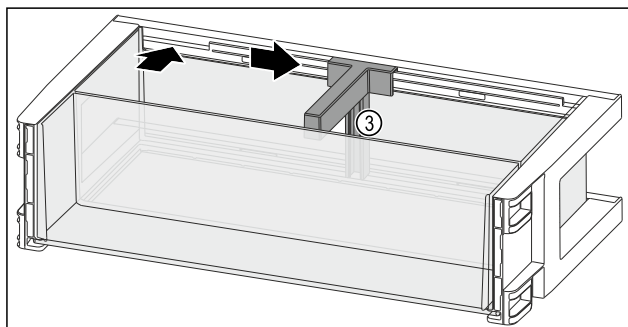

Fig. 118
- Поставете преградата за бутилки Fig. 118 (3) в прореза.
- Плъзнете преградата за бутилки Fig. 118 (3) настрани до желаната позиция.